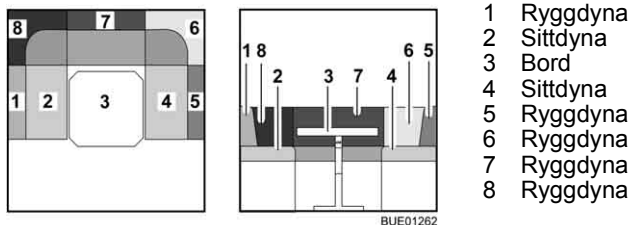

Bild 75 Före ombyggnaden
- Bygg om bordet (Bild 75,3) till sängbotten (se avsnitt 6.10).